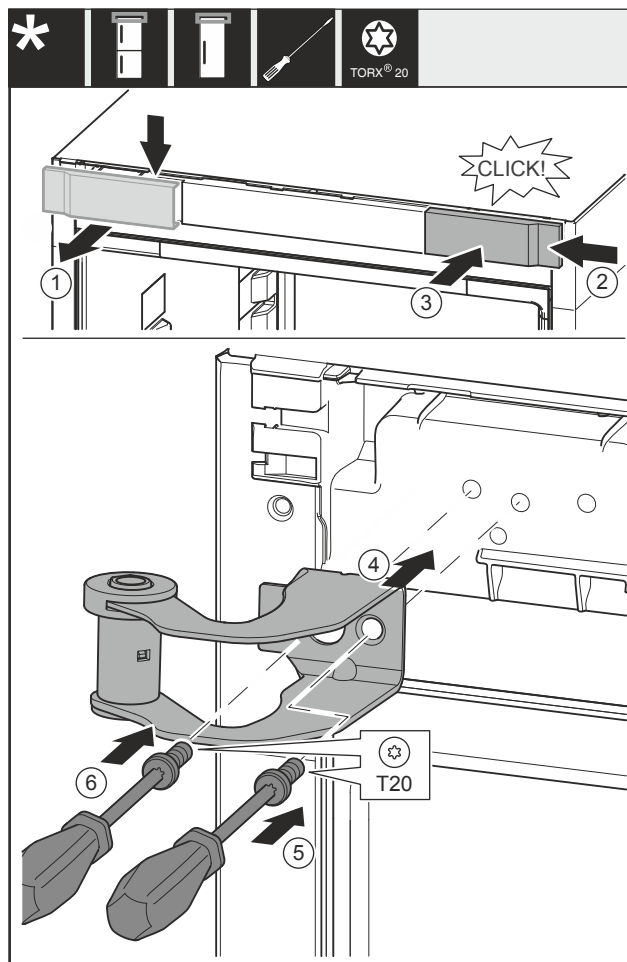

Fig. 13
- ▶ Abdeckung Fig. 13 (1) von oben nach vorne abnehmen.
- ▶ Abdeckung Fig. 13 (2) um 180° gedreht auf der anderen Seite von rechts einhängen.
- ▶ Abdeckung Fig. 13 (3) einrasten.
- ▶ Oberen Lagerbock Fig. 13 (4) ansetzen.
- ▶ Schraube Fig. 13 (5) festdrehen.
- ▶ Schraube Fig. 13 (6) festdrehen.